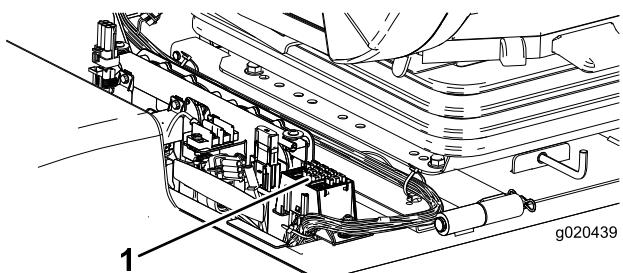

Figura 9
3. Encaminhe a cablagem sob a unidade de tracção para o centro de alimentação (Figura 9).